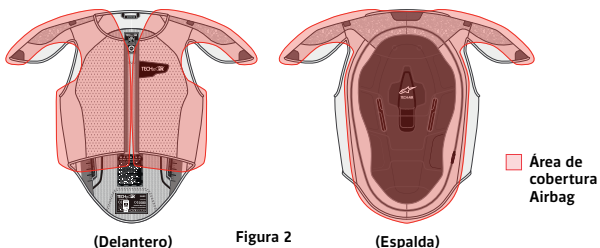

Figura 2
El sistema de airbag Tech-Air™ Race proporciona una protección en caso de impacto para aquellas zonas de cobertura del airbag que es posible observar en la Figura 2.
**¡ADVERTENCIA! El sistema de airbag Tech-Air™ Race proporciona una protección limitada contra la fuerza experimentada en las zonas de cobertura del airbag como se observa en la Figura 2. No se ofrece ninguna garantía de que el sistema de airbag Tech-Air™ Race evitará lesiones (incluyendo lesiones graves y/o fatales) dentro y/o fuera de las zonas cubiertas/protegidas.**